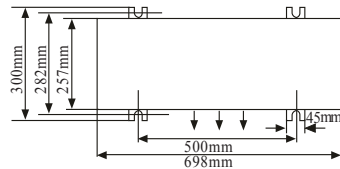
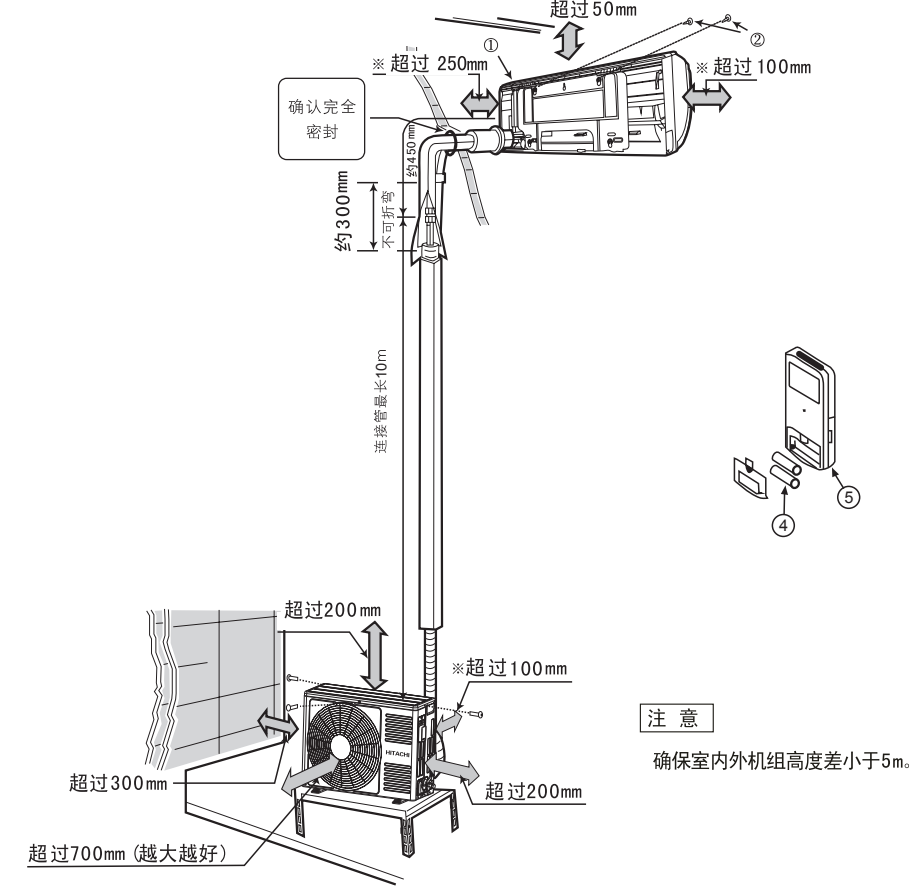

图2
图 1
(1) 为了便于修理,室内机组旁边应如图1般保留空间。
(1) 室外机组的安装必须保留大于如图1所示距离,并尽可能远离障碍物,避免障碍物妨碍通风系统。
(2) 尽量安装于房屋的东或北方。如装于南或西方是无可避免时,应有遮盖物遮盖。
(3) 最好不要安装在污秽或雨淋的地方。
(4) 尽量靠近室内机组安装。
(5) 室外机外形尺寸及安装固定孔位置见图2
- 1 示图1是连接配管安装成形。
- 2 根据总装示图1结合对应附件按要求牢固安装。